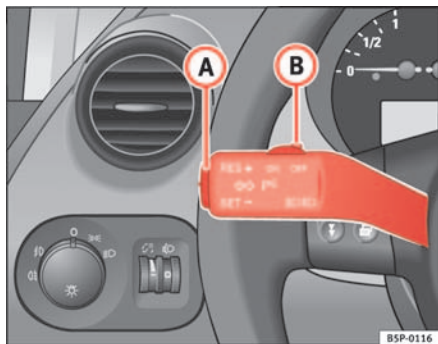

Fig. 142 Palanca de intermitentes y de luz de carretera: conmutador y tecla basculante para el regulador de velocidad
- Mueva el mando ⇒ fig. 142 **B** hacia la izquierda hasta la posición **ON**.